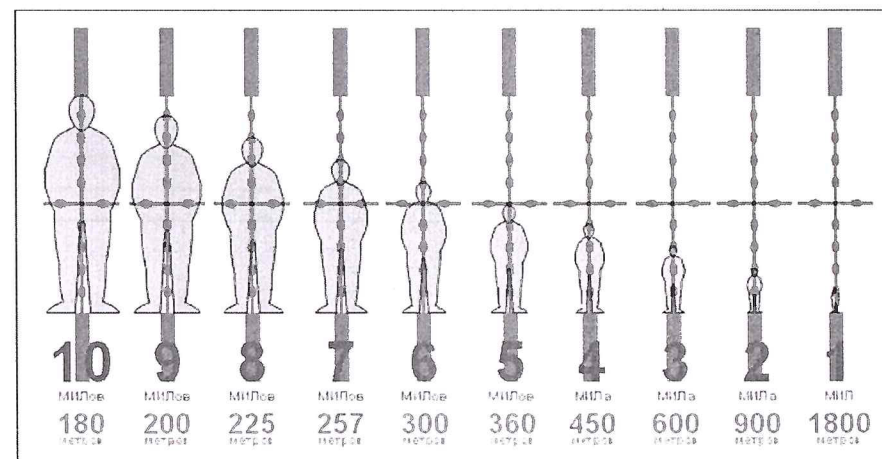

Рис.9 – Оценка высоты предметов по сетке
2) Поместите перекрестие сетки так, чтобы одна сторона цели по высоте оказалась на риске Mil-Dot (см. рис. 9),
На рис. 9 представлен пример оценки высоты объекта (ростовая фигура 1,8м) по сетке и расстояния до объекта (ростовая фигура 1,8м) по сетке Mil-Dot.